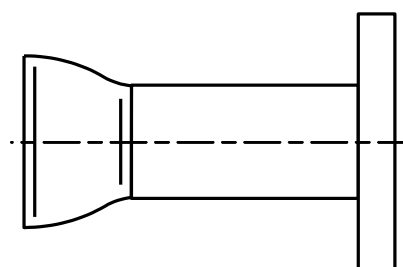

Рис.3
- б) если необходимо использование переходов, к другим концам прямолинейных отрезков трубы приварить переходы (рис.3);